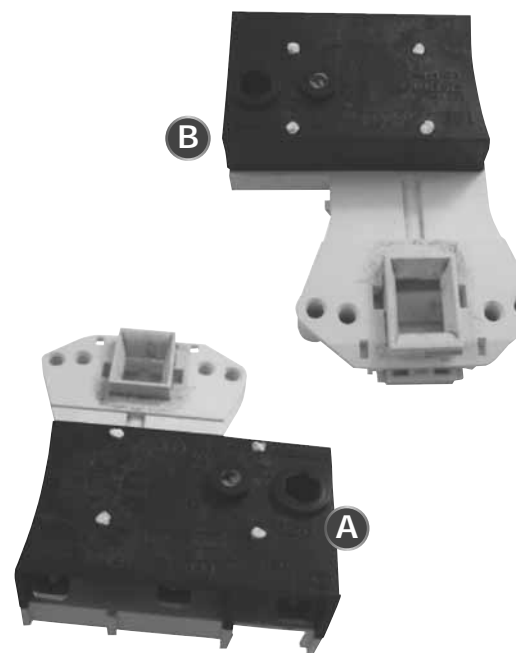

Figura 6
10. Desarmamos completamente la bomba, para limpiar los residuos de grasa acumulados en su rotor y en su carcasa de plástico y para lavar sus demás componentes (figura 6). Luego secamos y lubricamos todo, y procedimos a armar la bomba; pero el empaque o arillo de hule de su tapa estaba bastante dilatado; aun así lo colocamos en la tapa,